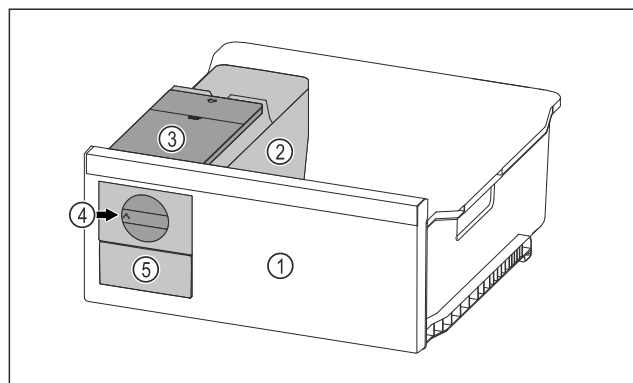

Fig. 80 Representación a modo de ejemplo
- ▶ Girar el botón giratorio Fig. 80 (4) en el sentido de las agujas del reloj hasta el tope.
- ▷ Los cubitos de hielo caen de la cubitera al compartimento de cubitos de hielo Fig. 80 (5).